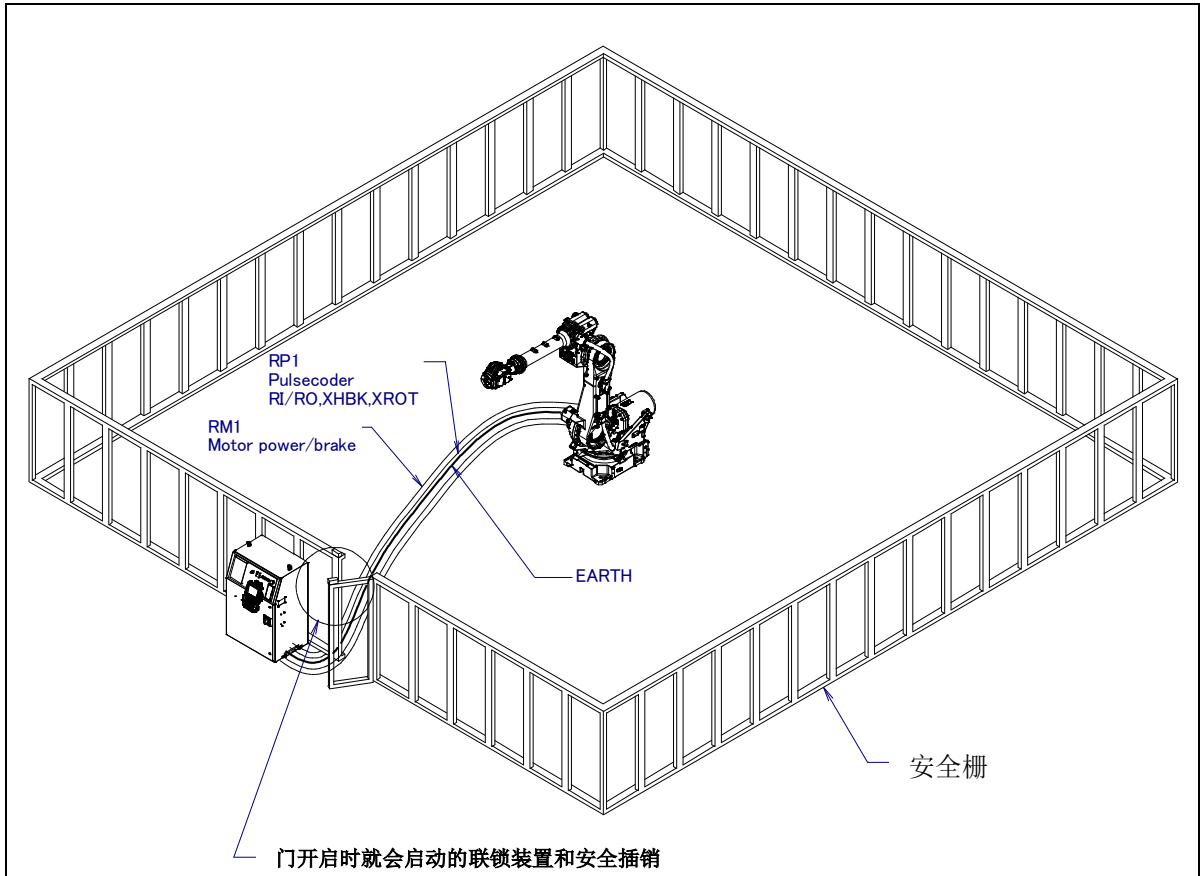

图 2.4.2 (a) 安全栅栏和安全门
- (9) 在进行外围设备的个别调试时，务必断开机器人的电源后再执行。
- (10) 在使用操作面板和示教器时，由于戴上手套操作有可能出现操作上的失误，因此，务必在摘下手套后再进行作业。
- (11) 程序和系统变量等的信息，可以保存到存储卡等存储介质中(选项)。为了预防由于意想不到的事故而引起数据丢失的情形，建议用户定期保存数据(见控制装置操作说明书)。
- (12) 搬运或安装机器人时，务必按照 FANUC 公司所示的方法正确地进行。如果以错误的方法进行作业，则有可能由于机器人的翻倒而导致使用者受重伤。
- (13) 在安装好以后首次使机器人操作时，务必以低速进行。然后，逐渐地加快速度，并确认是否有异常。
- (14) 在使机器人操作时，务必在确认安全栅栏内没有人员后再进行操作。同时，检查是否存在潜在的危險，当确认存在潜在危險时，务必排除危險之后再进行操作。
- (15) 在连接与停相关的外围设备(安全栅栏等)和机器人的各类信号(外部急停、栅栏等)时，务必确认停的动作，以避免错误连接。
- (16) 有关架台的准备，按照图 2.4.2 (c)，在安装或者维修作业时，请十分注意高地作业的安全。应考虑脚手架和安全皮带安装位置的确保。